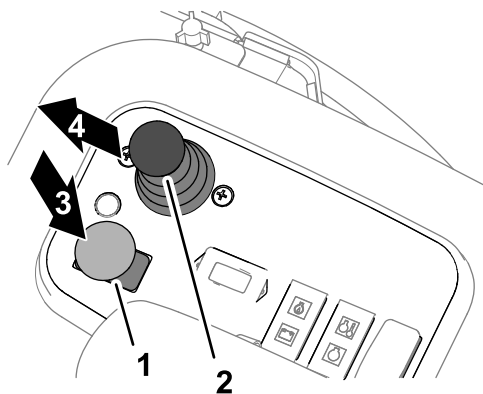

Figura 49
3. Ponga el interruptor de la transmisión de las unidades de corte en la posición de DESENGRANADO (Figura 49).
5. Mueva la palanca de control bajar/segajar/elevar hacia adelante (Figura 49).